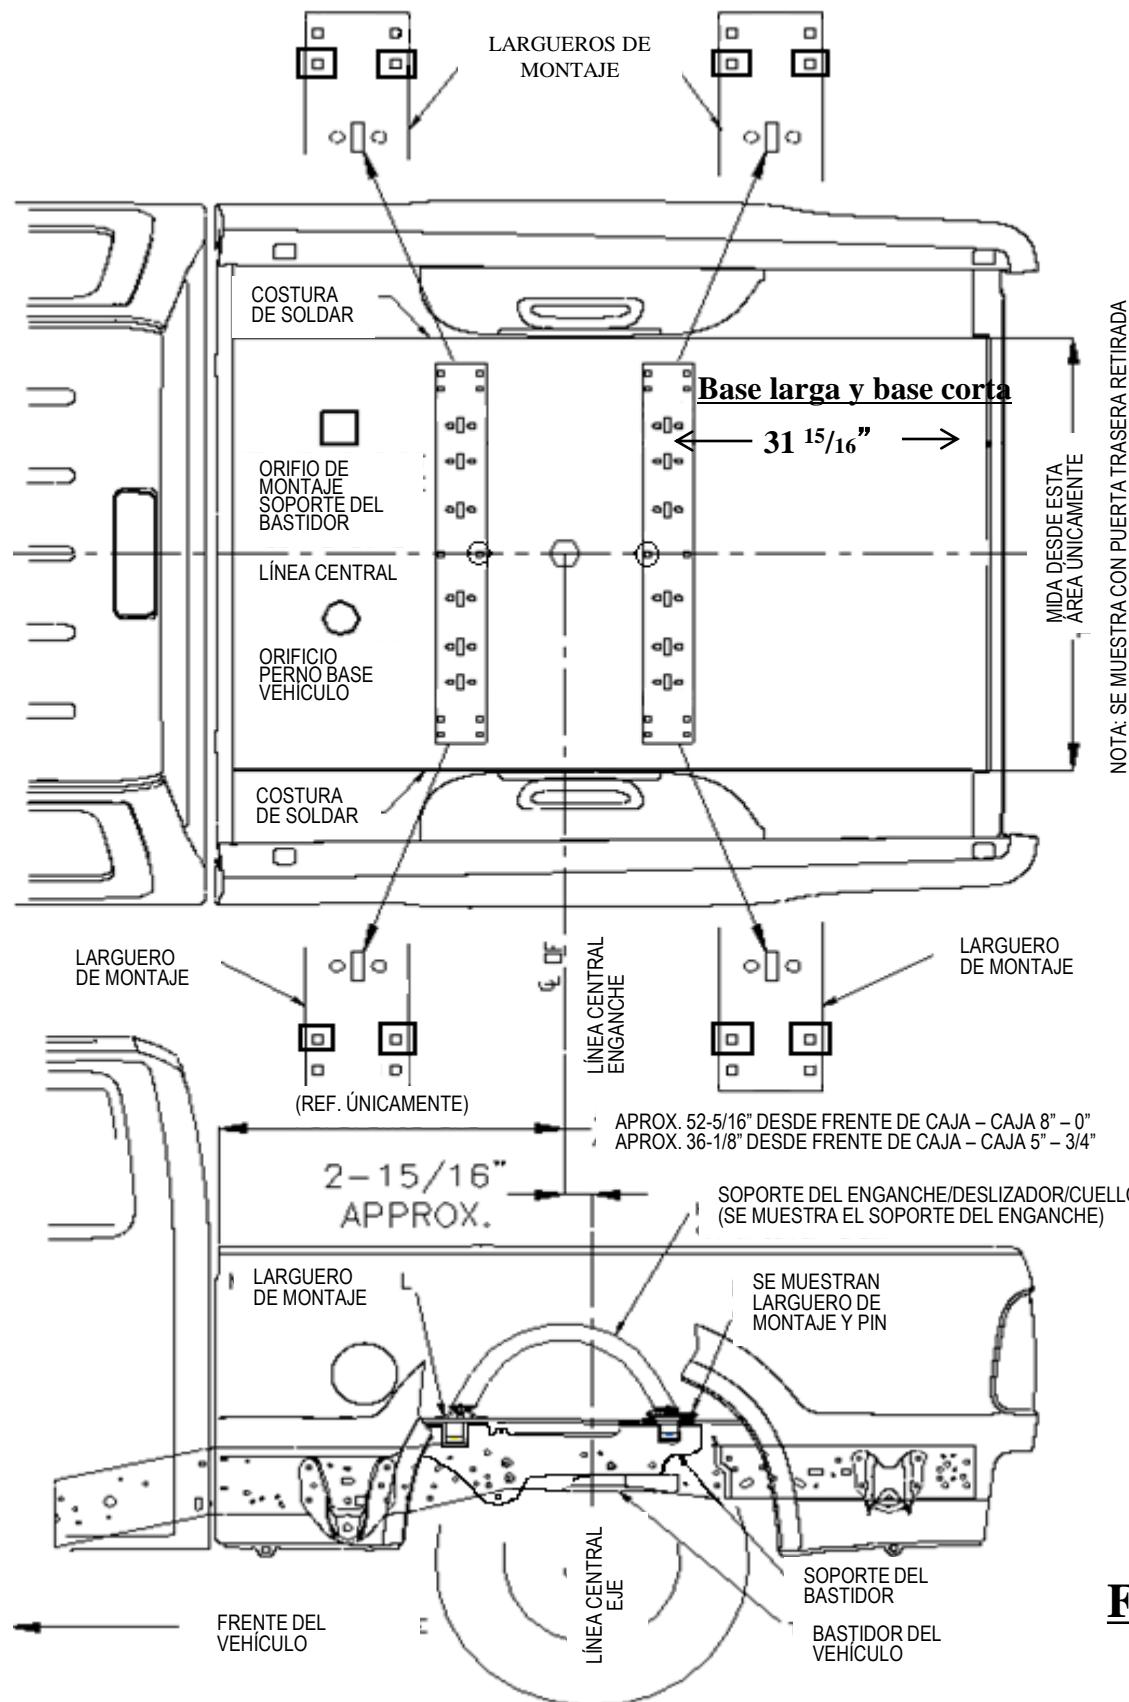

Figura 5
4. Coloque el larguero de montaje posterior en la caja del vehículo. Usando la cinta de medir, centre el larguero entre las costuras de soldar a lo largo del piso del vehículo y mida la distancia correcta desde el borde posterior de la caja del vehículo como se ilustra en la Figura 5. Ver página 1 para instalar los soportes en los largueros. Ver abajo para instalar los soportes en el bastidor.
5. Marque y centre los orificios según la ilustración en la Figura 5. Mueva el larguero del camino y perfore cada posición con una broca de 1/8". **Advertencia: Al perforar los orificios tenga en cuenta los riesgos potenciales para los componentes del vehículo como las líneas de frenos y los tanques de combustible, para los componentes del vehículo y tome las medidas necesarias para protegerlos de daños.**